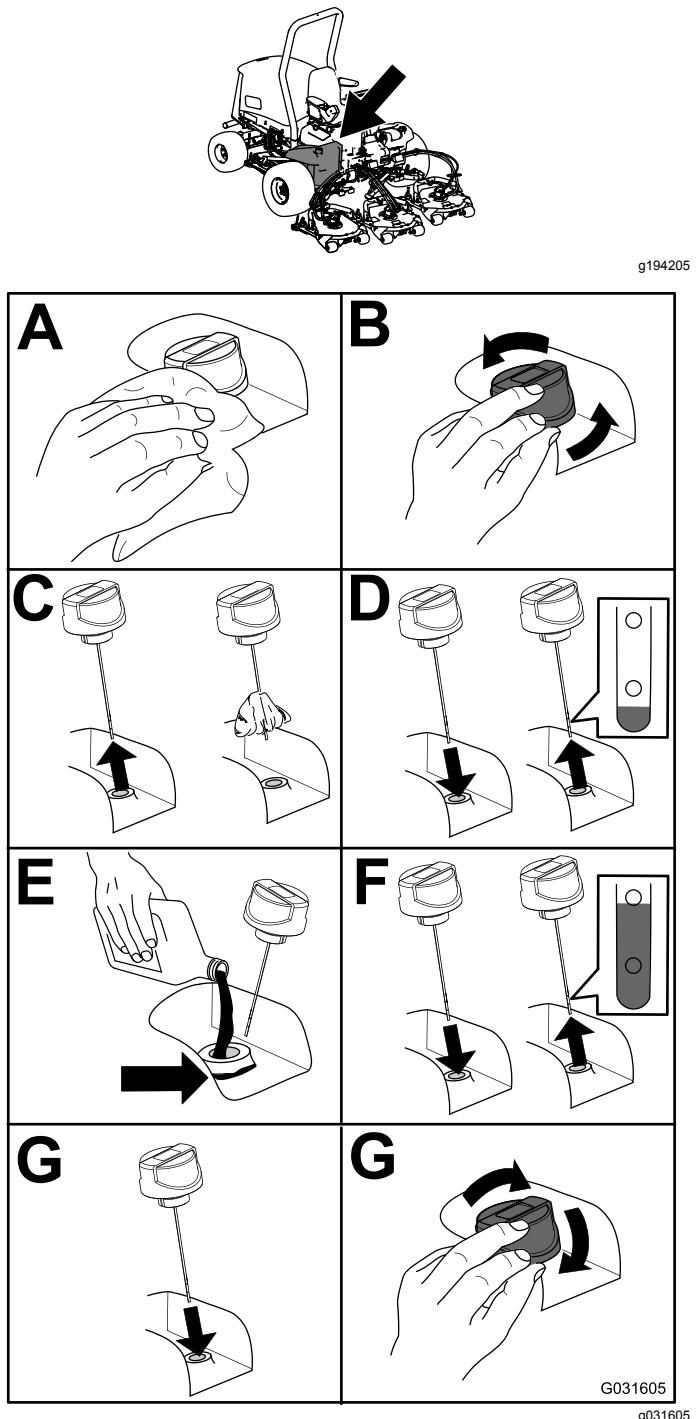

図 57
- 油圧オイルの量を点検する 図 57。
- タンクに油圧オイルを入れる図 57。